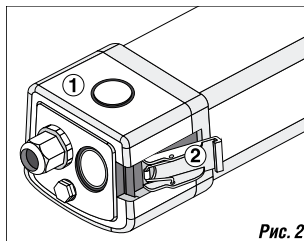

Рис. 2
- Снимите торцевую крышку светильника ①, открутив клипсы ② с двух сторон, как показано на Рис. 2.